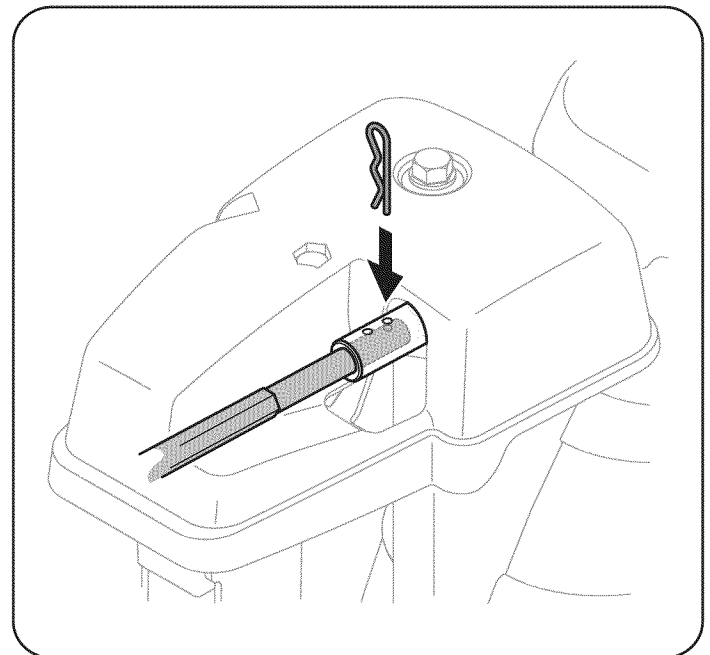

Figura 9
8. Empuje la varilla hacia el panel de control hasta que el orificio en la varilla hexagonal se alinee con el orificio en la entrada de control del canal lo más cerca posible del cabezal de control del canal e inserte el pasador de chaveta. Vea la Figura 9.